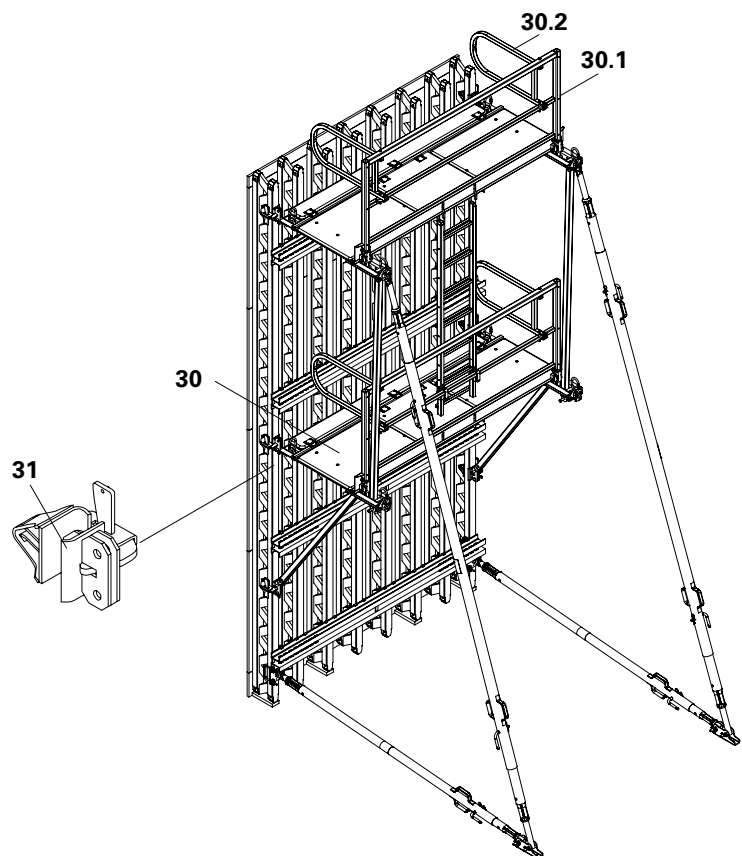

Fig. B2.06
La piattaforma VARIO (30) è un'unità pre-assemblata e pieghevole con protezione posteriore (30.1) e parapetto frontale (30.2). Ha connettori per puntelli di stabilizzazione e occhielli per gru integrati. Può essere equipaggiata con o senza botola di accesso ed è fissata al pannello con l'attacco piattaforma Vario (31). (Fig. B2.06)